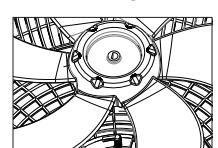

Figura 04
5. Encaixar a Hélice no eixo do motor. Alinhar a chaveta do Furo da Hélice com a chaveta do eixo do motor para um perfeito encaixe (Ver **figura 04**).